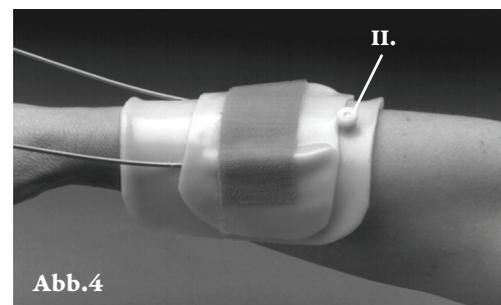
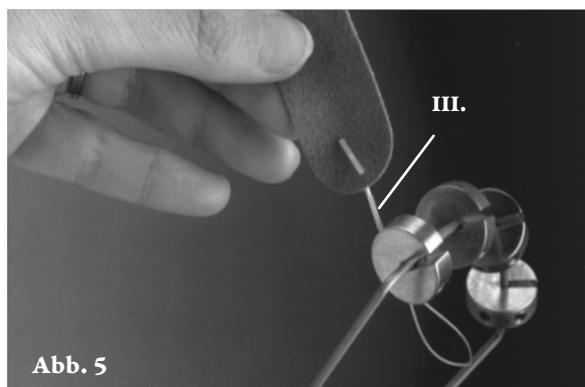
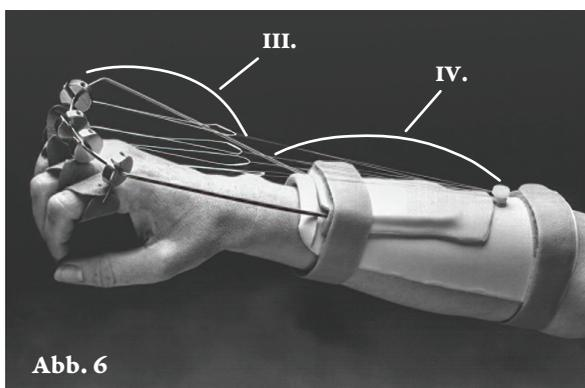

Abb. 4
Abb. 5
Abb. 6
- 4) Die Stellschraube (II.) am proximalen Ende der Schiene als Befestigungsposten für das Monofilament befestigen. (Abb. 4) Klettriemen anbringen. Zwei Riemen an der Basis verhindern das Verrutschen und Migrieren nach distal. (Abb. 4 und Abb. 6)
- 5) Die Nylonfäden (III.) der Fingerschlingen falten und durch die geschlitzten Umlenkrollen fädeln. (Abb. 5)
- 6) Das Handgelenk leicht beugen und die Fingergrundgelenke (MCP) in Neutralstellung bringen. Das ist die korrekte Position, damit das Monofilament die richtige Spannung erhält. Vier 30 cm (12 in) lange Stücke Monofilament oder geflochtenen Auslegerfaden zuschneiden (IV.). Das distale Ende jedes Fadens am proximalen Ende der Nylonfadenschleife der Fingerschlingen (Abb. 5) anbringen. Mit Einstellplättchen (NC22557) oder Auslegerfaden-Verbindungsstücken (NC12494) lassen sich Endschlaufen zur Befestigung des Monofilaments anfertigen. Das proximale Ende der Fäden an der Stellschraube befestigen. Der Auslegerdraht sollte nahe an der Hand liegen. (Abb. 6)